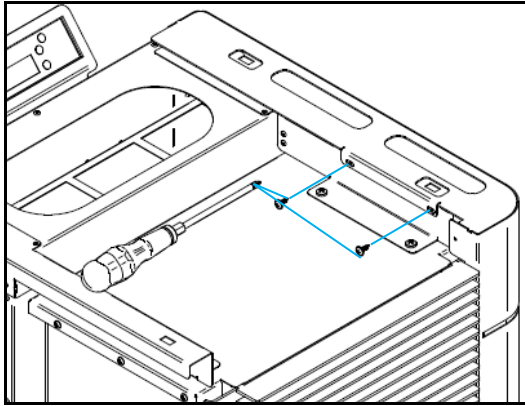

Figura 24 - Fijación de los laterales de las envolventes na parte superior
f) Para el modelo K200 todavía es necesario colocar la tapa frontal de acabado que vino junto con la máquina. Debes usar 2 tornillos del kit como se muestra en la Figura 24.